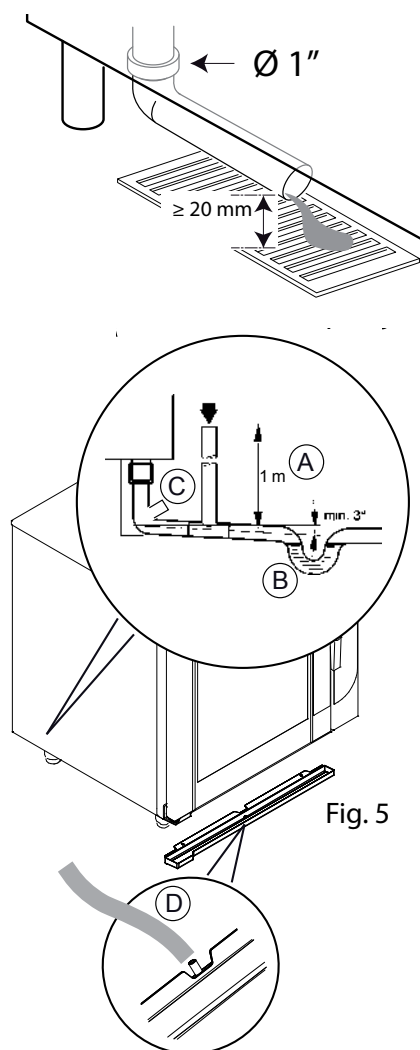

Fig. 5
2. Vérifier que l'inclinaison du dispositif d'évacuation des eaux grises. Ce dispositif doit laisser couler les eaux grises facilement dans les égouts. Il est obligatoire d'interposer entre l'évacuation de l'eau provenant du four et le siphon, un tube de dégagement ouvert (Fig. 5/A) d'une hauteur d'environ 1 m ou un type d'évacuation appelé «sans siphon» (en tulipe» afin de favoriser l'écoulement de l'eau.
4. Le raccordement avec le tube fourni (Fig. 5/D) entre le système d'évacuation du tiroir et le système d'évacuation principal (Fig. 5/C) doit être effectué correctement.